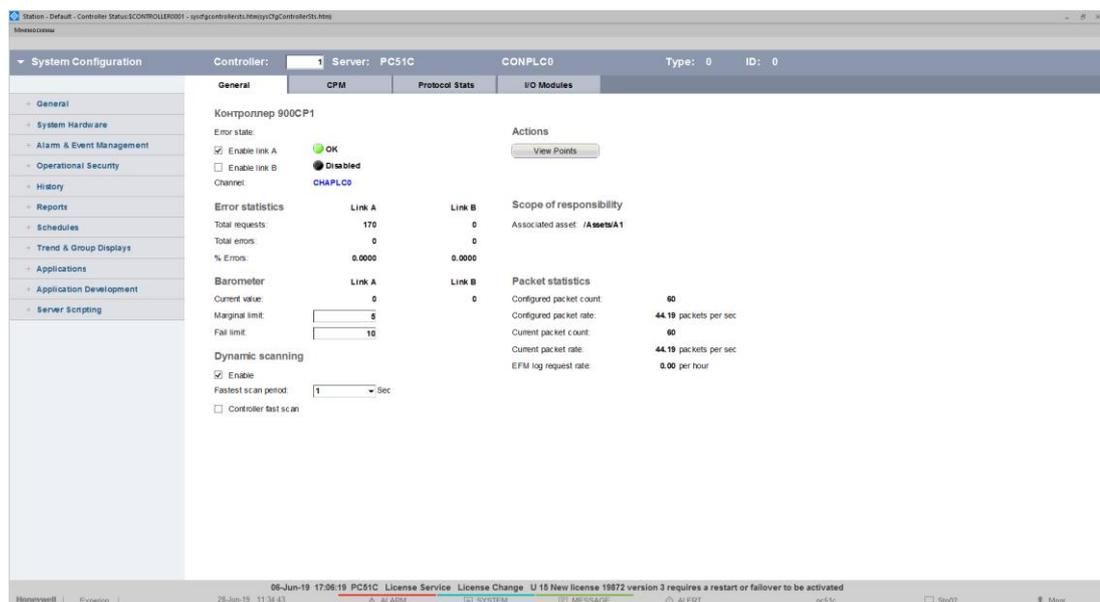

Рисунок 8 – Окно состояния SCADA каналов
- Убедитесь, что в поле ниже слова Enable стоит галочка. Поставьте галочку при необходимости. Если поле неактивно, либо отображается сообщение об ошибке, перейдите во вкладку channels->CHAPLC0 (Рис. 8) в левой части экрана и убедитесь, что в поле около строки «Enable link A» стоит галочка и отображается состояние ОК. Поставьте галочку при необходимости, повторите включение передачи данных от контроллеров. Если вышеперечисленные действия не помогают, обратитесь к инструкции Honeywell Experion PDF Collection.